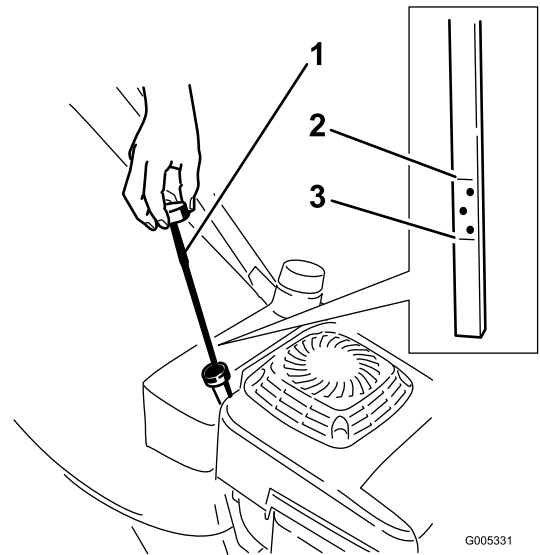

Figura 11
Antes de cada uso, compruebe que el nivel de aceite está entre las marcas Añadir y Lleno de la varilla (Figura 11).
2. Limpie alrededor de la varilla (Figura 11).
6. Retire la varilla y compruebe el nivel de aceite en la misma (Figura 11).